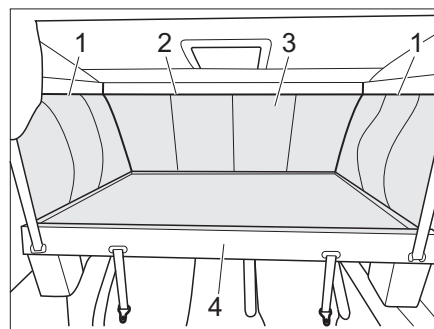

Bild 81 Zugang zum Rollokasten
- Hubbett (Bild 81,4) absenken (siehe Kapitel 7.15.3).
- Um den Hubbetsack (Bild 81,3) zu lösen, seitliche Reißverschlüsse (Bild 81,1) im oberen Bereich von vorne nach hinten und im vorderen Bereich (Bild 81,2) öffnen.
- Hubbetsack (Bild 81,3) abziehen (Klettbefestigung).